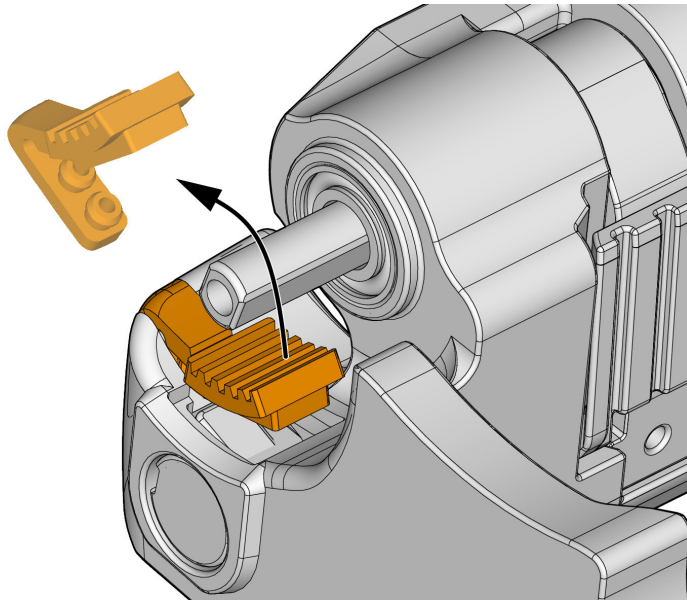

Abbildung 5-8 Entfernen des Bremsbelags
3. Heben Sie den Bremsbelag an und ziehen Sie ihn nach außen, um ihn von den Befestigungspunkten zu entfernen (siehe Abbildung 5-8 auf Seite 85).